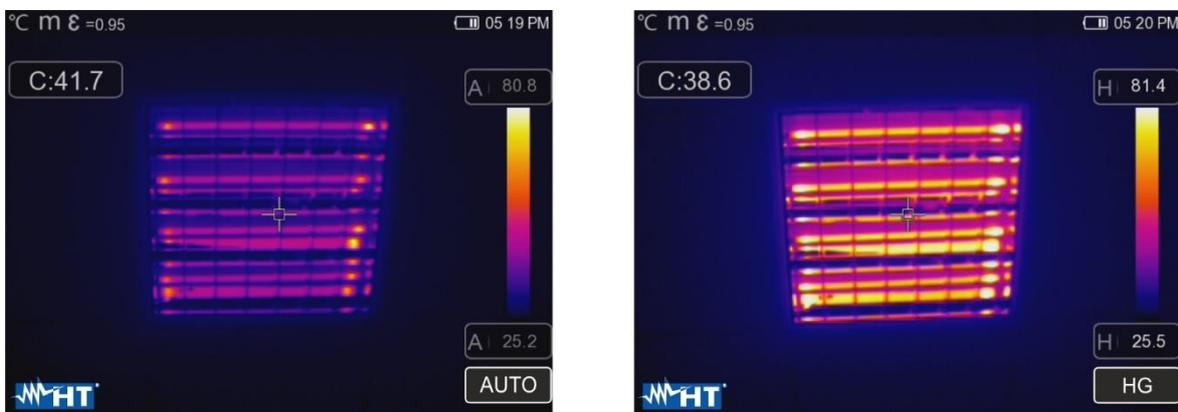

Fig. 46: Réglage des modes Automatique et Histogramme
- Mode **Histogramme (HG)** → les niveaux de température minimum et maximum de l'objet affichés sont toujours définis automatiquement, comme en mode Auto, par l'instrument, mais dans ce cas les zones de l'image où les valeurs de température sont très différentes de celles des zones adjacentes sont particulièrement mises en évidence. La relation entre la température et la couleur de la palette est **non linéaire** selon un algorithme d'histogramme. Ce mode met l'accent sur l'affichage des images dans des environnements de travail très sombres
1. Appuyez sur la touche ou touchez l'icône « AUTO » dans la partie inférieure droite de l'écran. Les pages-écrans Fig. 46 montrent les sélections des modes « AUTO » et « HG »